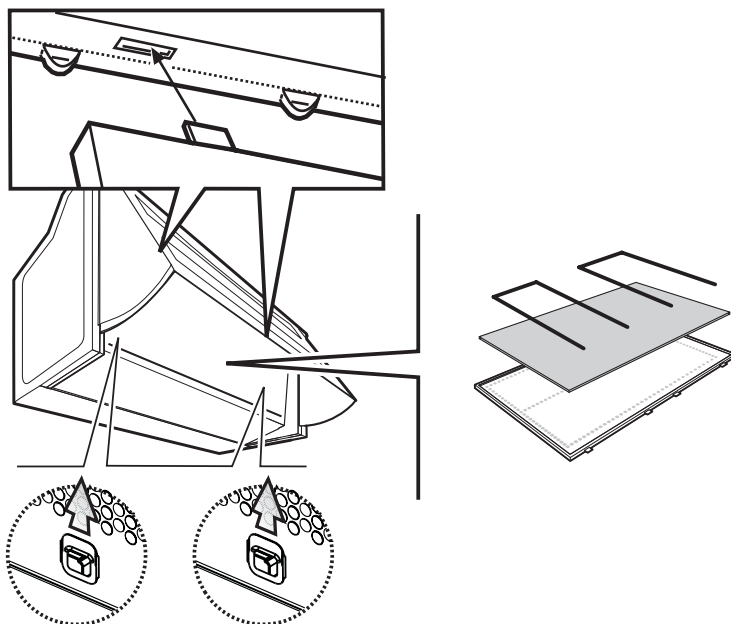

Fig. 3
Retirez le **loquet** et descendez la **grille** vers le bas. **Fig. 3**
- Pour **retirer le filtre** enlevezles taquets. **Fig. 3**